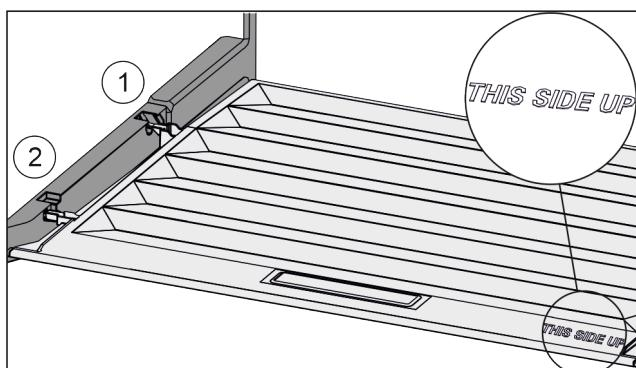

Fig. 95
- Пъхнете шийките на капака през отвора в задния държач Fig. 95 (1) и фиксирайте отпред в държача Fig. 95 (2).